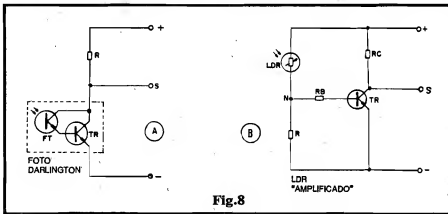

Fig.8
- FIG. 8 - "QUERENDO MAIS" DOS FOTO-SENSORES - Nas figuras e exemplos anteriores, vimos - em termos simples e diretos - como funcionam os foto-sensores mais comuns, e como "extrair" deles o sinal elétrico correspondente à sua "visão" da luminosidade que os atinge... Em muitas circunstâncias circuitais, contudo, o nível, a excursão ou a intensidade dos sinais já "eletricamente traduzidos", não se mostra suficiente para as aplicações
tor bipolar comum, de alto ganho, disposto em polarização inversa... Nessa condição o LED age, basicamente, como um diodo comum, praticamente vedando a passagem de qualquer Corrente "medível", à base de TR... Se, entretanto, forte luminosidade atingir o LED, um sensível aumento na sua Corrente de "fuga inversa", ocorre, com o que TR passa a receber "alguma" polarização de base, cujo resultado (após o processamento pelo ganho do dito transistor...) é uma também: nítida (ainda que pequena...) modificação na sua Tensão de coletor! Nada mais, nada menos que... um FOTO-TRANSISTOR, "feito" com um LED e um transistor comum...! O arranjo, simples e barato (frequentemente de custo menor do que o apresentado por um foto-transistor "mesmo"...!) pode ser utilizado, na prática, em inúmeros circuitos ou aplicações simples... Norem que nada impede a realização de um "reforço" nas manifestações, simplesmente usando a configuração Darlington sugerida na fig. 8-A, adaptando-a ao arranjo mostrado na fi. 9! Basta considerar o conjunto LED/TR como se fosse um mero foto-transistor, e anexar outro transistor bipolar, estruturando um foto-Darlington, tão "usável" quanto qualquer outro foto-sensor...!